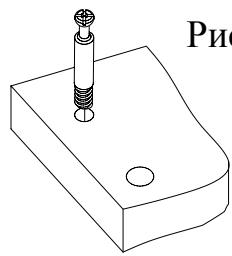
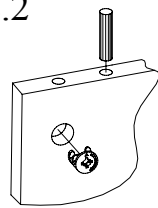

Рис.1
Рис.2
1. Подготовьте детали к сборке. Вкрутите шпильки минификс в детали 1,2,3,4 (Рис. 1). Затем вставьте головки минификс и шканты в детали 3,4, 6,7 (Рис. 2).